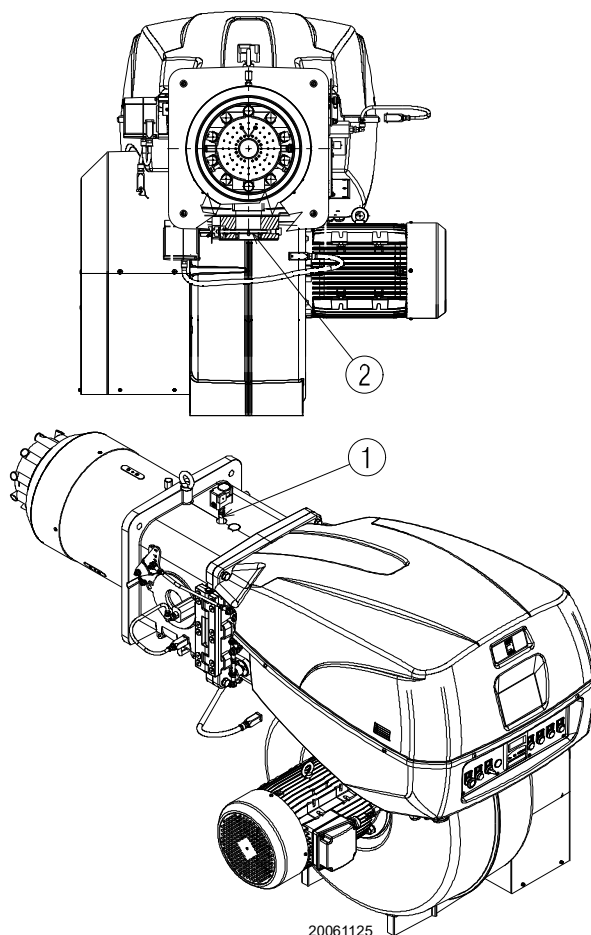

Fig. 19
Presión de gas en la toma 1)(Fig. 19), con:
Pérdida de carga válvula de mariposa del gas 2)(Fig. 19) con abertura máxima: 90°.
- restar a la presión del gas en la toma 1)(Fig. 19) la presión de la cámara de combustión.
Presión de gas en la toma 1)(Fig. 19) = 59,2 mbar
Para conocer la presión del gas necesaria en la toma 1)(Fig. 19), fijada la potencia máxima de modulación a la cual se desea que funcione el quemador:
- Leer a la derecha, columna 1, la presión en la toma 1)(Fig. 19).
presión necesaria para la toma 1)(Fig. 19).